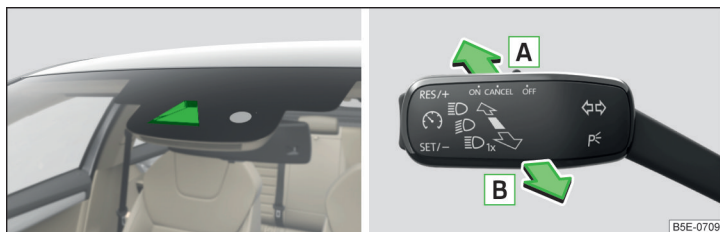

Fig. 69 Emplacement du capteur / Activer/désactiver le système
L'activation/la désactivation des feux de route est contrôlée par un capteur ou une caméra » fig. 69.
- Régler la manette en position auto-rabattue **A** » fig. 69. Le voyant **☺** s'affiche sur l'écran du combiné d'instruments.